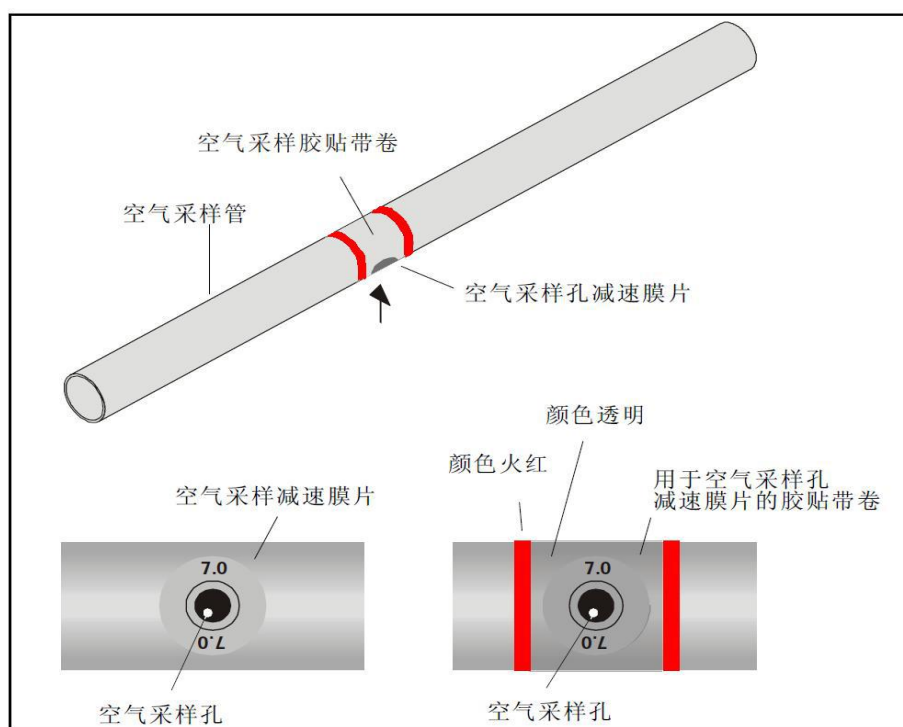

图 5.1 空气采样孔及标记
- 6、固定膜片，将专用胶带贴到采样减速膜片上，胶带应带有红条标记，如图 5.1 。